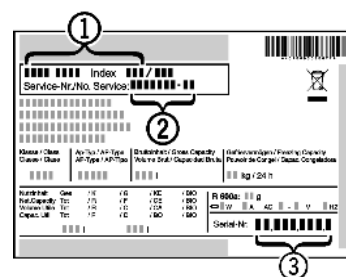

Fig. 53
- ▶ Označení přístroje Fig. 53 (1), servisní číslo Fig. 53 (2) a sériové číslo Fig. 53 (3) naleznete na typovém štítku. Identifikační typový štítek je umístěn na levé vnitřní stěně přístroje.